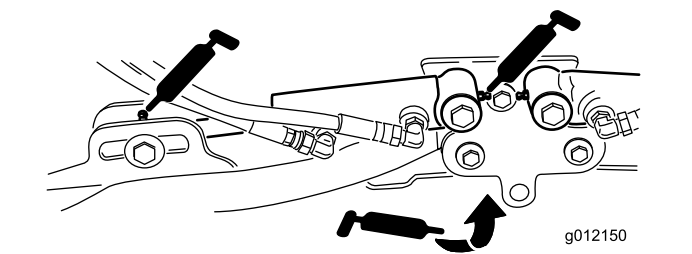

図 52
- ・ 昇降アームのシリンダ（各アームに2ヶ所）（図 52）
（図 52）